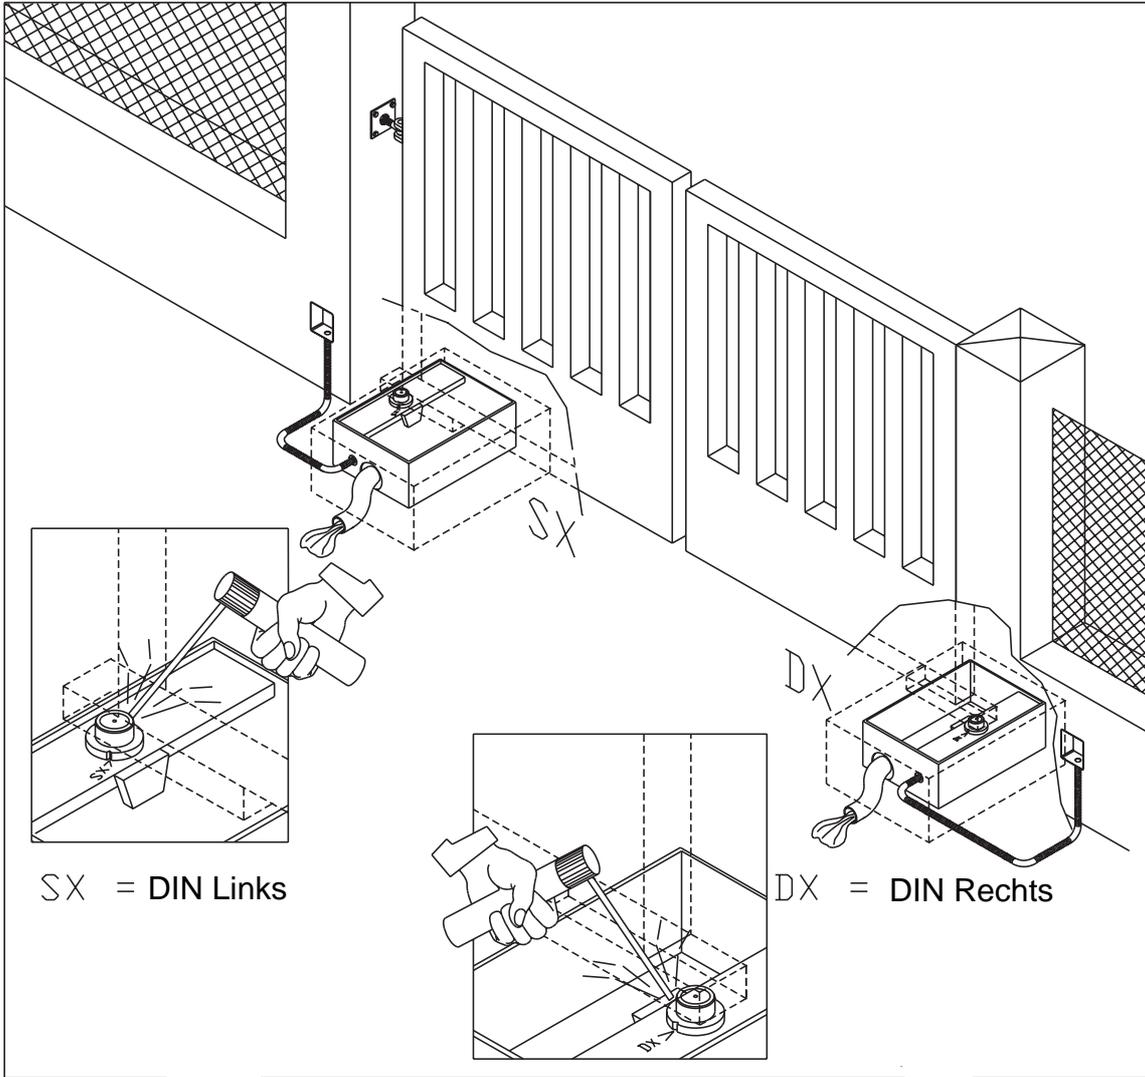

FIG. 4
-Die mitgelieferten Imbusschrauben "V" M12x70 (Abb.4) in das Gewinde einschrauben. (Abb.4)